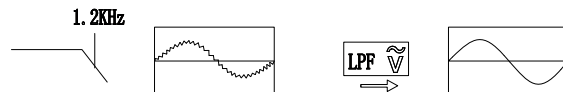

图 6
- 4) 在交流电压档，长按SEL启动LPF功能，低通滤波功能可测量由逆变器变频电机产生的复合正弦信号，如下(图6)所示。再次长按SELECT退出LPF功能。